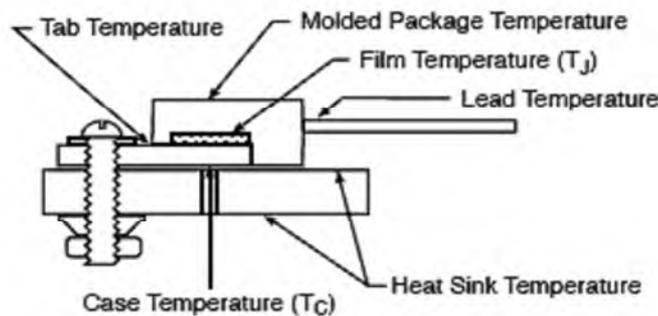

Figure 1 - 額定功率和溫度
TO 塑封型功率電阻的最高額定功率是依據塑封的外殼溫度 (TC) 在 25°C 而定的。這是由電力半導體產業建立的證明方法。(TC) 外殼溫度，溫度測量點是在電阻的安裝面中心且電阻與散熱片接觸，電阻在電力負荷下量測的。外殼溫度是不同於塑封本體的體溫，及 Tab 溫度，引腳溫度或環境溫度 (如圖 Figure 1)。